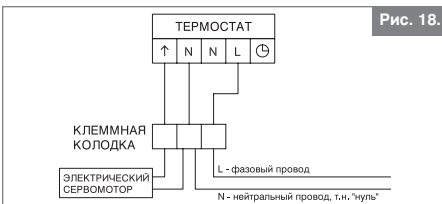

Рис. 18.
Электрические сервомоторы присутствуют в двух версиях: 24В (К-600701) и 230В (К-600700). Сервомотор выполнен в функции NC, т.е. замкнут в обесточенном состоянии (NC нормально-замкнутый контакт). Для облегчения процесса запуска всей системы у сервомоторов имеется функция "First-Open", в результате которой в момент первого подключения к питанию сервомоторы переходят в открытое состояние. С целью обеспечения нормальной работы распределительной системы сервомотор необходимо подключить к источнику питания (24В или 230В) в соответствии со схемой (см. электрическую схему соединения сервомотора с комнатным термостатом рис. 18 и 19). Более подробную информацию можно найти в инструкции к сервомоторам.
- биметаллическим комнатным 230В (0.6106) - схема подключения на рис. 18,